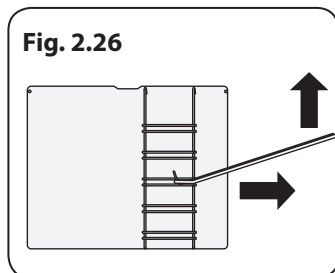
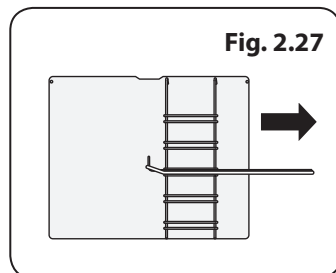

Fig. 2.26
Fig. 2.27
Tirez la grille vers vous jusqu'à ce que l'arrière de la grille soit arrêté par le support de grille (Fig. 2.26). Soulevez l'avant de la grille pour faire passer l'arrière de la grille entre les supports, puis tirez la grille vers vous (Fig. 2.27).
3. Tournez le bouton de la minuterie (A) sur le réglage Auto (H) (Fig. 2.27). L'affichage indique alors l'heure actuelle, le symbole Cuisson et le mot « AUTO » (Fig. 3.4).